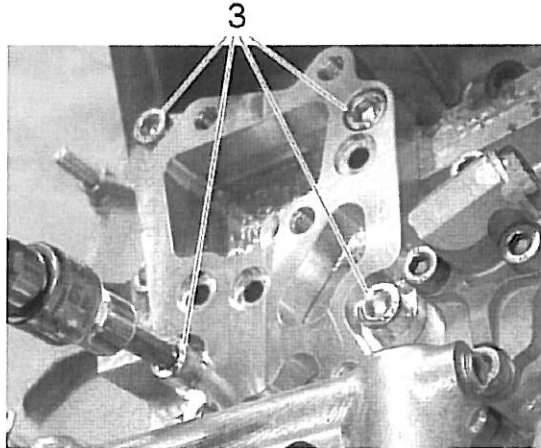

Bild 12
7. Die vier Schrauben (item 3) kreuzweise mit dem vorgeschriebenen Anzugsmoment anziehen. Siehe Bild 12.